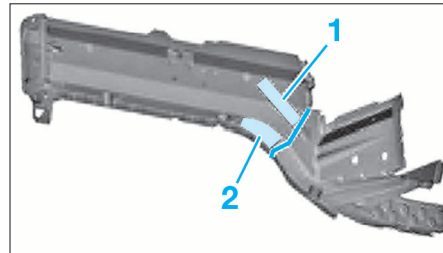

FIG. 6
• Défaire les soudures dans les zones (1) des deux côtés de la pièce (Fig.6).